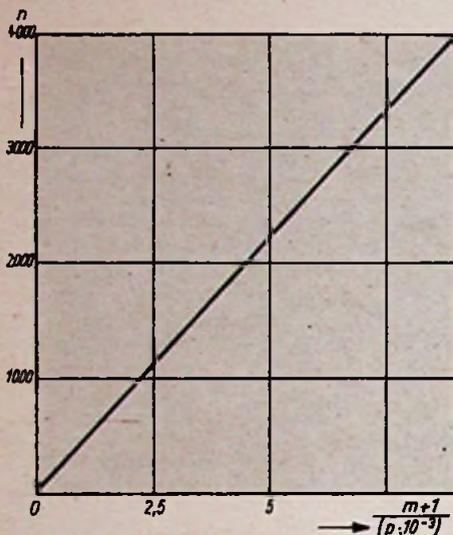

Abb. 3. Die Windungszahl n als Funktion des Verhältnisses  $\frac{m+1}{(p \cdot 10^{-3})}$   $n = 443 \frac{m+1}{(p \cdot 10^{-3})}$
Abb. 3. Schematische Darstellung der Energiebänder in einem Cu-Kristall. Durch die teilweise Schraffierung des obersten Bandes wird ausgedrückt, daß dieses nicht voll besetzt ist, denn die 4s-Schale des Einzelatoms enthält statt der zwei möglichen Elektronen nur ein Elektron. (In Wirklichkeit überschneiden sich beim Cu-Kristall die einzelnen Energiebänder)
tronen neu ordnen. Denn nach dem Pauli-Prinzip darf ein bestimmter Energiezustand nur von einer genau begrenzten Elektronenzahl eingenommen werden, so daß also ein Niveau eines Einzelatoms nicht für alle Atome eines Kristalls gemeinsam gelten kann. Daher ziehen sich die scharfen Niveaulinien aus Abb. 1 zu Energiebändern auseinander, wie sie Abb. 3 an einem Beispiel zeigt. In den Bändern liegen die ver-
Man kann n auch direkt aus Abb. 3 entnehmen. Ähnlich findet man die erforderliche Kapazität C aus
In Abb. 3 liegt der Punkt D über  $\Phi_0 = 200000$  auf der M 85-Kurve. Eine Gerade, die den negativen Kurvenast eben berührt, schneidet auf der Ordinaten-Achse das Stück  $k = 0,4 \cdot 10^6$  ab; mit  $U_{\min} = 180 \text{ V}$  ist dann nach (4) die Hilfsgröße
Aus Abb. 3 erhält man mit